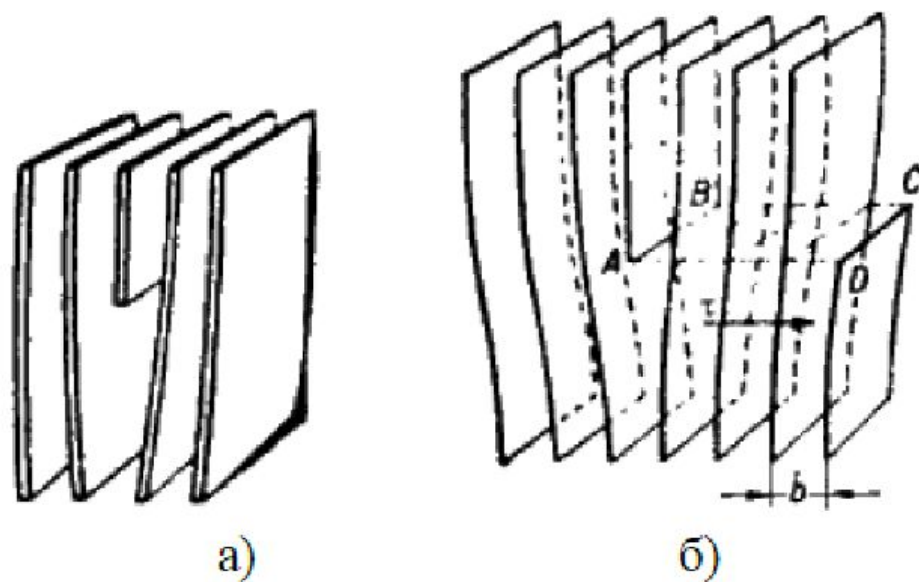

Рис. 5. Краевая дислокация (а) и механизм ее образования (б)
*Краевая дислокация* представляет собой линию, вдоль которой обрывается внутри кристалла край “лишней” полуплоскости (рис. 5)